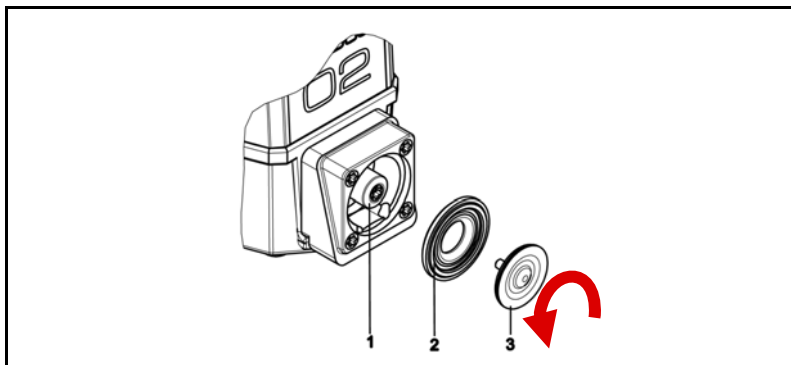

Fig. 54: Cambio de la membrana de trasiego
3. Elevar la membrana de trasiego (3) por sus bordes laterales opuestos, sujetarla y desenroscarla en sentido contrario a las agujas del reloj (véase la flecha en la Fig. 54)